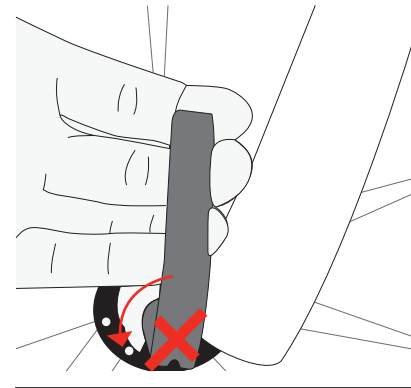

Figura 39. Assegure-se de que a alavanca não gire.
- Teste B. Certifique-se de que a alavanca de blocagem rápida não possa ser girada em círculo (Figura 39).